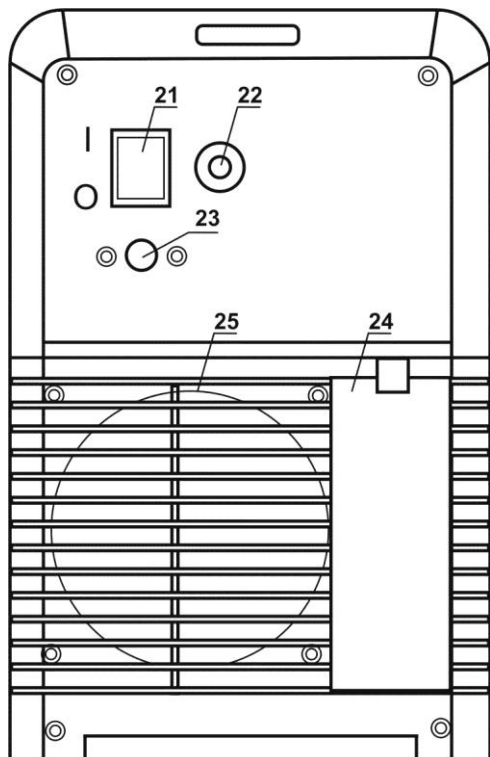

Abb.3
3. Maschine über Hauptschalter (Abb. 3, Pos. 21) einschalten
4. Gasschlauch an Anschluss des Druckminderers anschließen, Gasschlauch an Maschine anschließen (Abb. 3, pc .